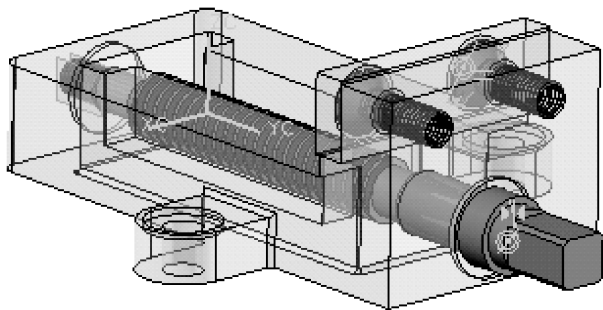

图 7-97 装配螺杆
- 16 单击【装配约束】对话框中【确定】按钮，螺杆即被装配到虎钳底座上，如图 7-97 所示。